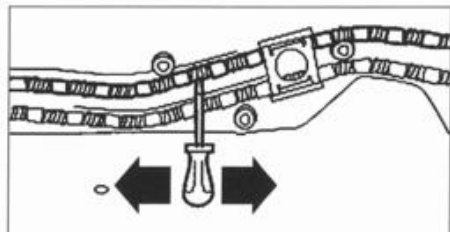

FIG. 83
- Ajustar la posición del eje de guía del cable izquierdo. Para ello, desplazar el cable con un destornillador (fig. 83).